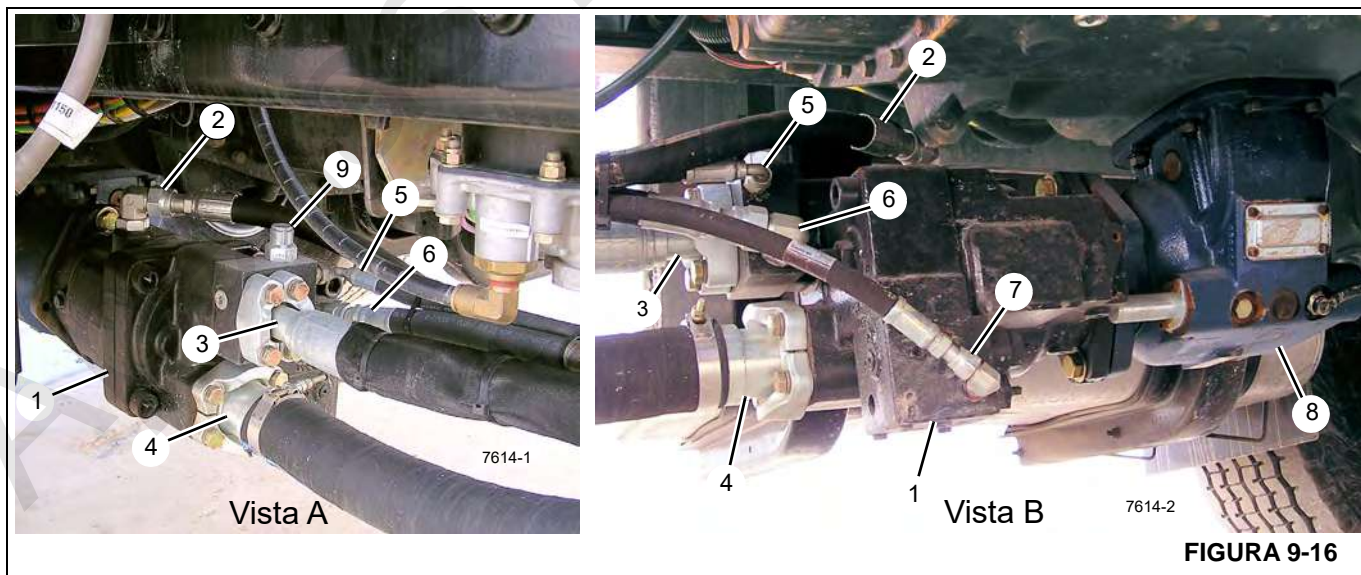

FIGURA 9-16
Consulte a Figura 9-16 para as etapas a seguir.
A pressão do sistema hidráulico é fornecida por uma bomba hidráulica (1, Figura 9-16) montada na PTO (Tomada de força) do caminhão (8).
10. Se usar a configuração mostrada na Figura 9-16, assegure-se de posicionar a entrada de dreno da caixa (2) no ponto mais alto acima do nível do solo.
14. Remova as tampas contra poeira dos orifícios de entrada e saída da bomba hidráulica e instale as conexões e as linhas hidráulicas como mostrado na Figura 9-16.
NOTA: A Figura 9-16, Vista A, mostra o lado esquerdo (do motorista) da instalação da bomba hidráulica e a Vista B mostra o lado direito (do passageiro) da instalação da bomba hidráulica.